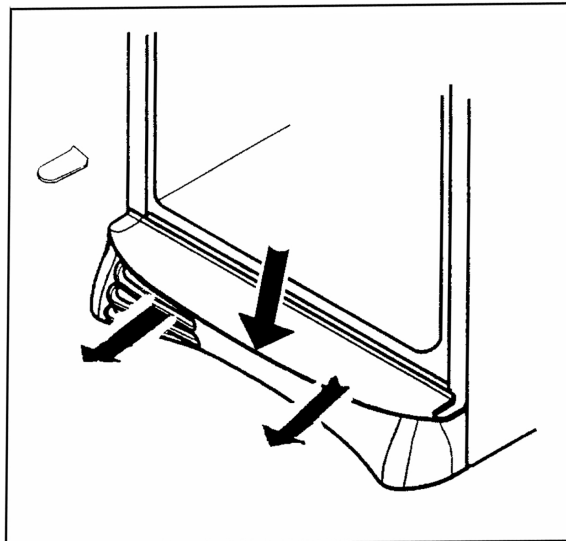

Рис.7
- 1 ..Откройте дверцу морозильной камеры. В нижней части установлена декоративная цокольная вентиляционная решетка. С усилием надавите на вентиляционную решетку в центральной части сверху (верхние крепления решетки высвободятся) и снимите решетку. Затем переставьте заглушку дверной петли с одной стороны вентиляционной решетки на другую (см. рис. 7).